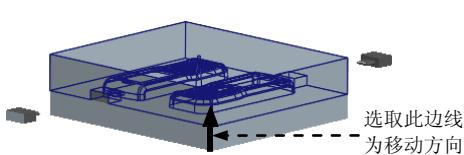
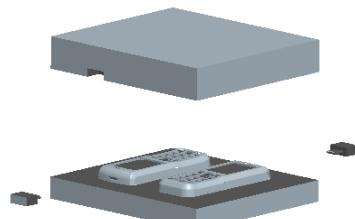

图 31.35 移动方向
图 31.36 移动上模
Step3. 开模步骤2：移动上模。选取图31.35所示的边线为移动方向，然后输入要移动的距离值100。移出后的状态如图31.36所示。